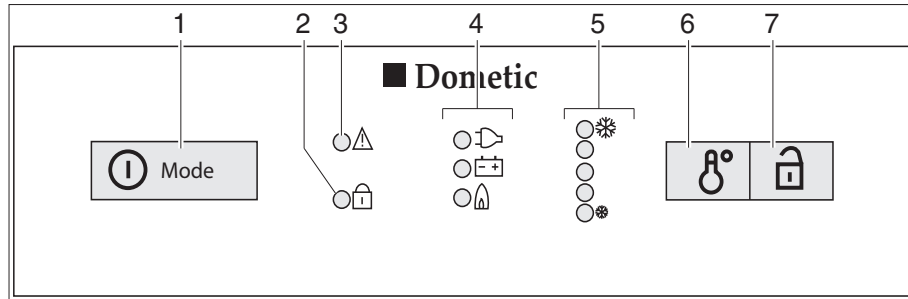

Fig. 215 Boutons de commande pour le réfrigérateur (Dometic Série 8 avec SMSE)
- Appuyer sur le commutateur/sélecteur de source d'énergie (Fig. 215,1) pendant 2 secondes pour mettre l'appareil en marche. La DEL du dernier mode de fonctionnement sélectionné s'allume.
- Si nécessaire, appuyer brièvement plusieurs fois sur le commutateur/sélecteur de source d'énergie (Fig. 215,1) jusqu'à ce que le voyant de contrôle gaz " " s'allume. L'arrivée de gaz est ouverte. L'allumage s'effectue de manière automatique. Un tic-tac est distinctement perceptible jusqu'à ce que la procédure d'allumage soit effectuée avec succès.
- Régler la température de réfrigération avec l'interrupteur réglage de la température (Fig. 215,6).
- Si nécessaire, appuyer brièvement plusieurs fois sur le commutateur/sélecteur de source d'énergie (Fig. 215,1) jusqu'à ce que le voyant de contrôle 230 V "" s'allume.
- Si nécessaire, appuyer brièvement plusieurs fois sur le commutateur/sélecteur de source d'énergie (Fig. 215,1) jusqu'à ce que le voyant de contrôle 12 V "" s'allume.